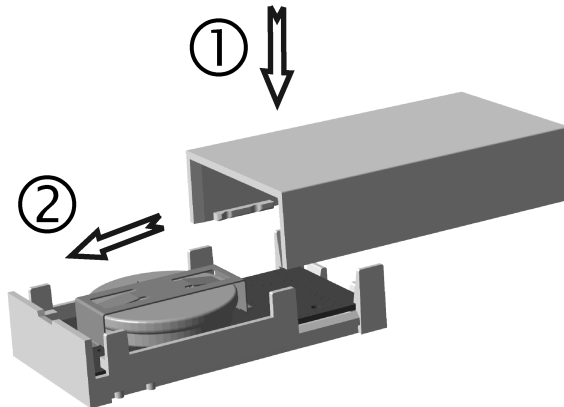

Bild 4: Stänga kapslingen
- Sätt tillbaka locket och skjut ihop kapslingen tills den hakar i (Bild 4). Enheten är driftklar.